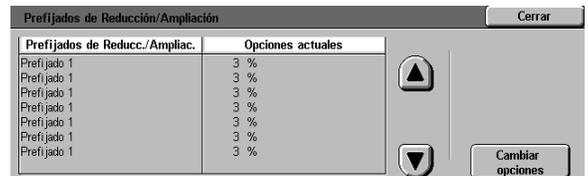

Figura 55: Prefijados de Reducción/Ampliación
- 1 En la pantalla Utilidades, pulse el icono **Prefijados de Reducción/Ampliación** para mostrar la pantalla Prefijados de reducción/ampliación, tal y como ilustra la Figura 55.